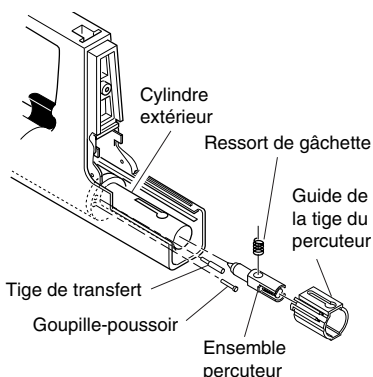

Figure 9 - Retrait du guide du percuteur, de l'ensemble percuteur, du ressort de gâchette, de la tige de transfert et de la goupille-poussoir
3. Faire glisser le guide du percuteur hors du cylindre extérieur (consulter la Figure 9). Retirer l'ensemble percuteur et le ressort de gâchette du cylindre extérieur. Enlever le ressort de gâchette de l'ensemble percuteur (consulter la Figure 9).
4. Retirer la tige de transfert et la goupille-poussoir du cylindre extérieur (consulter la Figure 9).